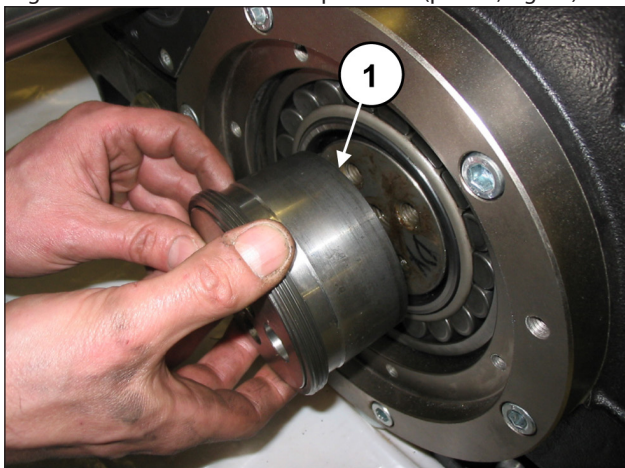

Fig. 21
Togliere entrambe le bussole di pressione (pos. ①, Fig. 21).